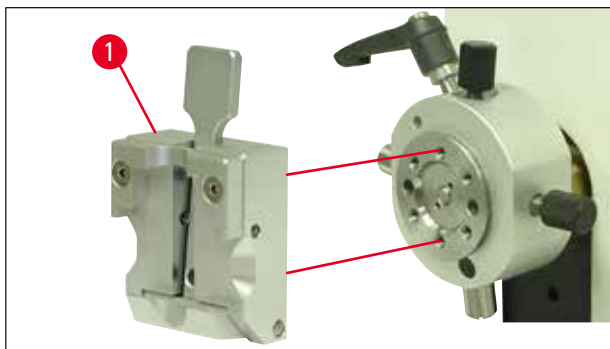

Fig. 11
4. Fest prøveklemmen (→ Fig. 11-1) til prøveholderfestet som vist (→ Fig. 11), og fest den med de to skruene (→ Fig. 10-4).